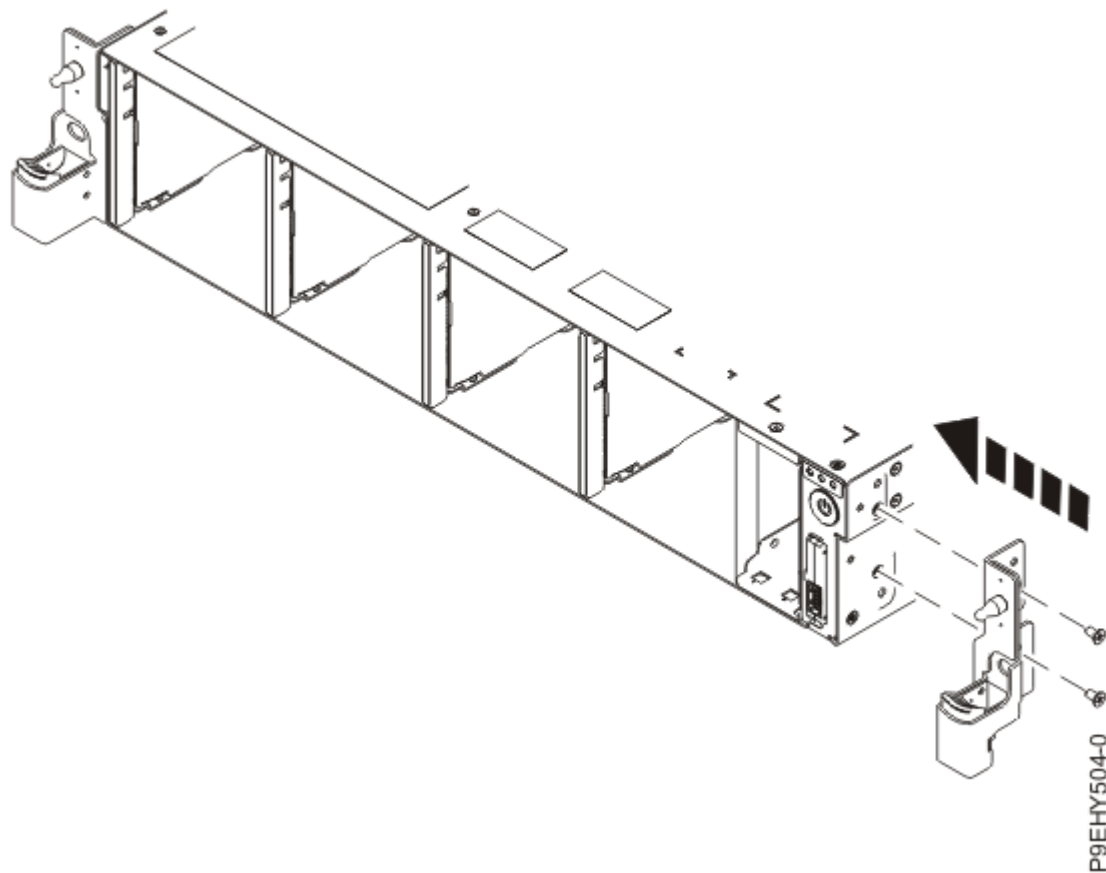

図 109. ラック取り付け支持具の再取り付け
7. システムの側面にラック取り付け支持具を再取り付けします (132 ページの図 109 を参照)。